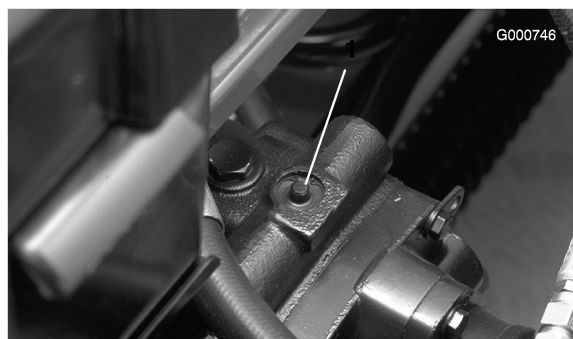

Figure 25
1. La vanne de dérivation se trouve en haut de la pompe hydraulique (Figure 25). Tournez la vanne à 90° dans l'un ou l'autre sens pour l'ouvrir et dériver l'huile à l'intérieur de la transmission. Il est alors possible de déplacer la machine lentement sans endommager la transmission.